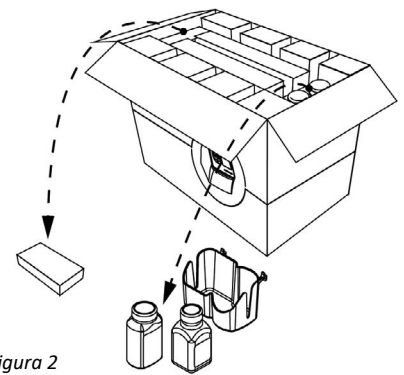

Figura 2
2. Retire la fuente de alimentación y colóquela a un lado (Figura 2).
3. Retire los recipientes de miniiWASH y miniiWASTE, junto con la bandeja para recipientes, y colóquelos a un lado (Figura 2).